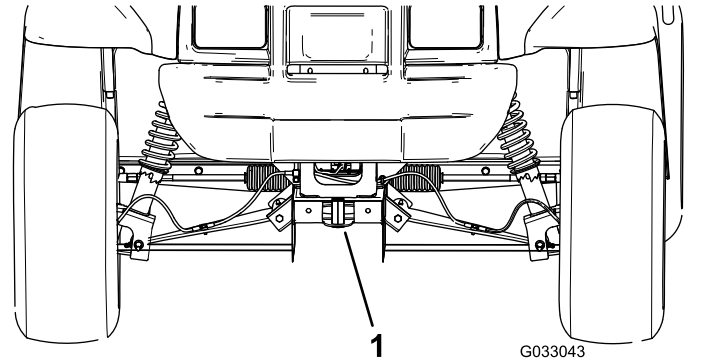

Figure 20
- Le point de levage avant de la machine est situé à l'avant du cadre, derrière la flèche d'attelage (Figure 20).